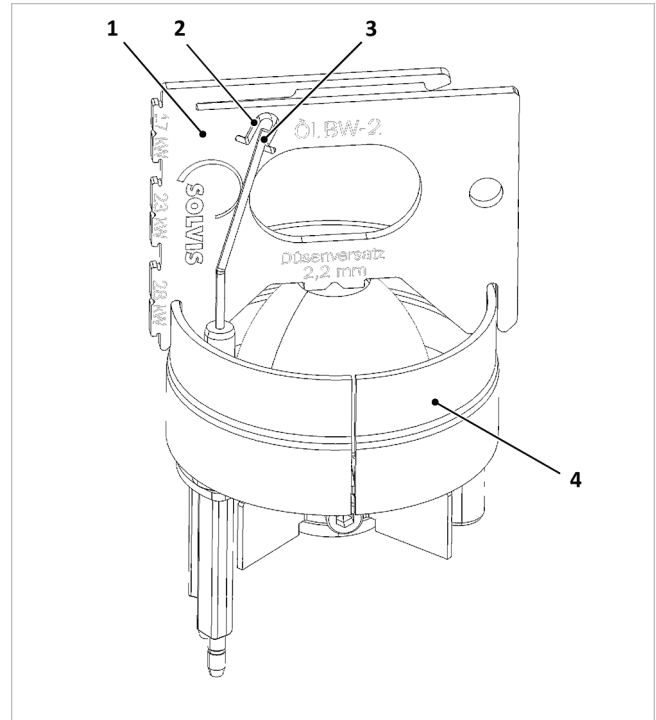

Fig. 118: Comprobación de los electrodos de encendido
- Revise la distancia de los electrodos (3) tal y como se muestra en la → fig. 118 y, en caso necesario, corríjala doblándolos con cuidado.
- Revise la longitud mínima. El extremo inferior de la ventana de control (2) del calibre establece la longitud mínima de los electrodos de encendido. Si se supera solo ligeramente esta longitud, deberá sustituirlos.